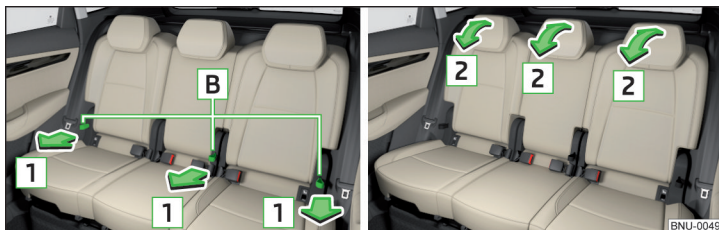

Abb. 88 Neigung der Sitzlehne einstellen
- › An der Schlaufe **B** in Pfeilrichtung **1** ziehen » Abb. 88 und die Sitzlehne in Pfeilrichtung **2** drücken. Die Verriegelung muss hörbar einrasten.